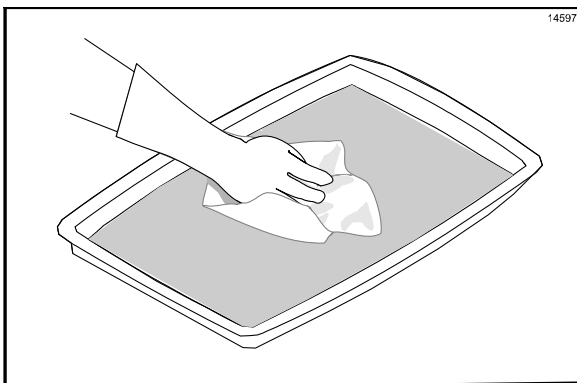

Abbildung 43
10. Ein sauberes, mit Desinfektionsmittel getränktes Grilltuch kurz in die Grillreinigungsflüssigkeit eintauchen. Das Tuch jedoch nicht mit der Flüssigkeit tränken. (Siehe Abbildung 43.)